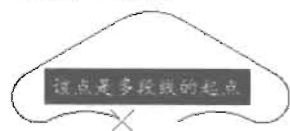

图 5-43
(3) 合并 (J): 将所选定的直线、圆弧和 (或) 多段线与先前选定的多段线连成一条多段线。但前提条件是所有的线段都必须顺序相连且端点重合, 否则将无法连接。
(4) 宽度 (W): 改变多段线的宽度。它可使多段线的宽度变得一致或不相同。
(5) 编辑顶点 (E): 修改多段线的顶点。顶点是两条线段相连的点。选择 E (Editvertex) 选项后, AutoCAD 就用 × 标记出可见顶点, 以指示修改那一个顶点, 如图 5-43 所示。